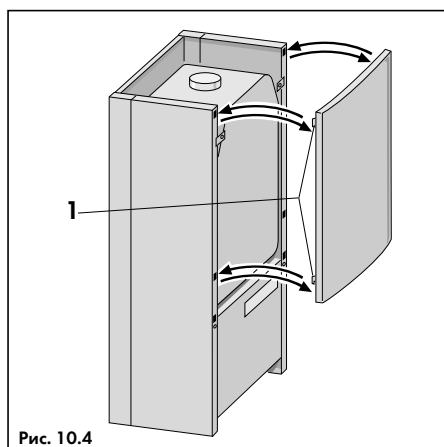

Рис. 10.4
- Верхнюю переднюю панель аппарата двигать вверх, пока она не выскочит из боковых зажимов (1, рис. 10.4), после чего снять ее движением на себя;